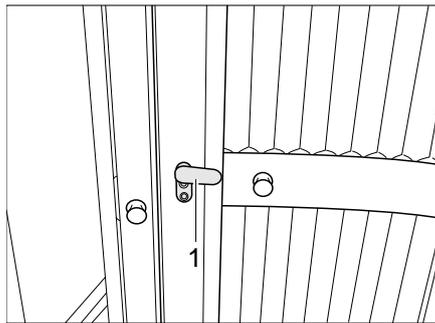

Bild 226 Vario-Toilette, Toiletten-Eingangstür
- Den Riegel (Bild 226,1) an der Toiletten-Eingangstür senkrecht stellen und das Innenteil der Toiletten-Eingangstür ausklappen.
- Das Innenteil zur Toiletten-Eingangstür drehen und zum Schließen den Riegel (Bild 226,1) waagrecht stellen.